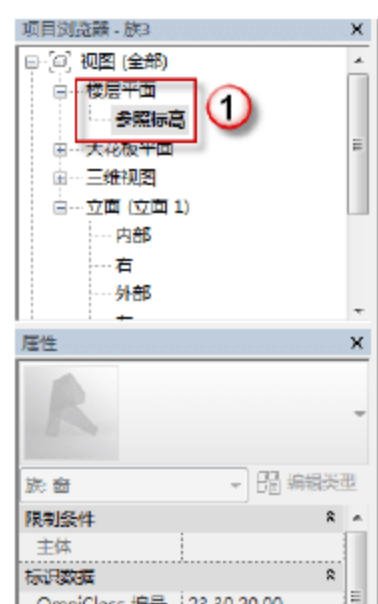

图 7.2.38 旋转 CAD 图
- (13) 绘制转角后的幕墙窗户。选择“项目浏览器”中的“楼层平面”→“参照标高”选项，进入幕墙的参照标高视图，选择绿色的 CAD 图元，按快捷键 R+O 将其顺时针旋转 90°，如图 7.2.38 所示。然后将 CAD 图形移动至绘制好的幕墙的右侧，选择“项目浏览器”中的“立面（立面 1）”→“左”选项，进入 MQ7196 的左部立面视图，将 CAD 图调整到如图 7.2.39 所示位置。